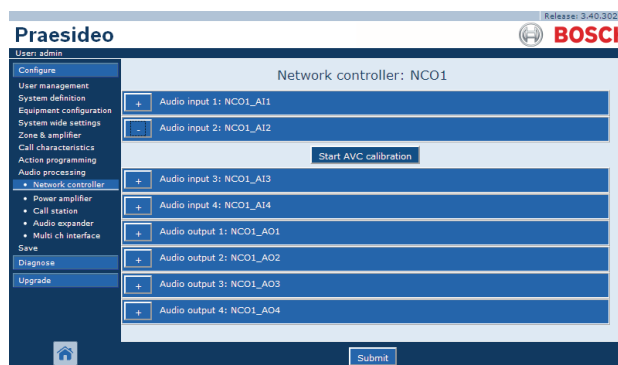

Abb. 49.2: Schaltfläche AVC-Kalibrierung
- 9 Gehen Sie auf die Seite *Audio processing* des Audioeingangs, an den das Messmikrofon angeschlossen ist. Es erscheint ein Bildschirm, der dem in Abb. 49.2 ähnelt.